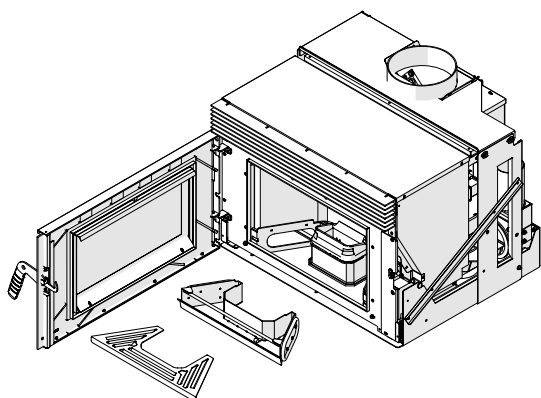

Abb. 7.141
- B) Remover la rejilla y el cajín (Fig. 7.141)